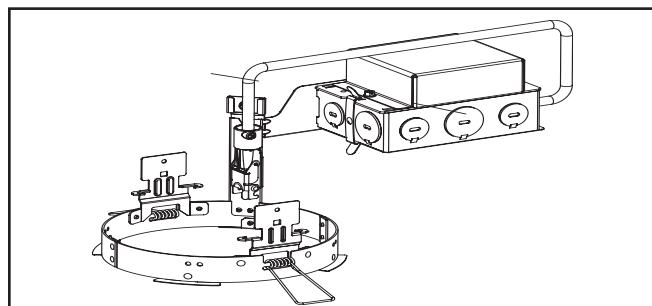

Figure 4.
1. Retirez la DEL de l'emballage de protection (Figure 4.).